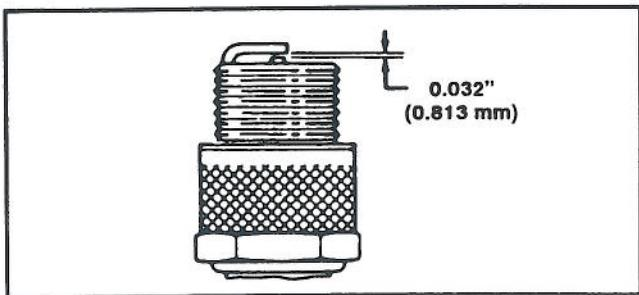

Figure 14
3. Régler l'écartement de l'électrode à 0,8 mm (0,032 pouce) (fig. 14). Installer la bougie ainsi préparée et le joint d'étanchéité. Serre à un couple de 20 N·m (15 pieds-livres).